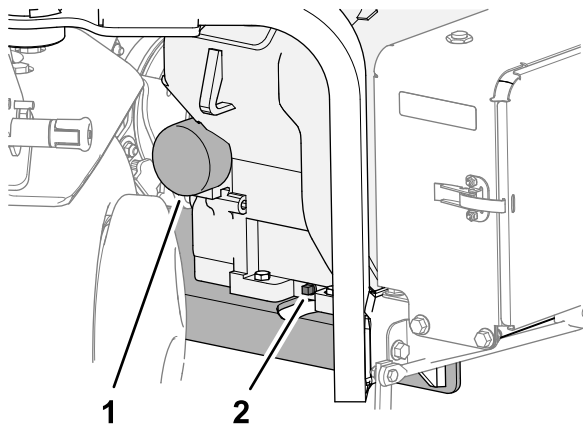

Figura 161
3. Așezați o tavă sub buoul de golire a uleiului i scoateți buoul (Figura 161).
1. Așezați o tavă de golire sub filtru i îndepărtați filtrul (Figura 161).
6. Introduceți filtrul de ulei pe adaptorul filtrului până când garnitura intră în contact cu adaptorul filtrului (Figura 161), apoi strângeți filtrul cu încă o ½ de tură.